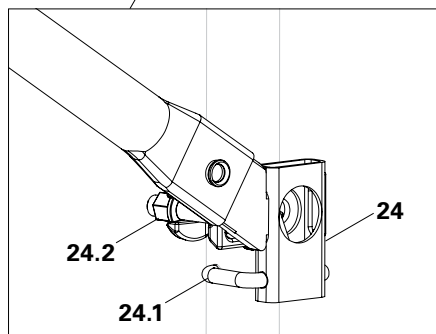

Abb. A5.07a
3. Längsdiagonale EBF montieren. (Abb. A5.07a)